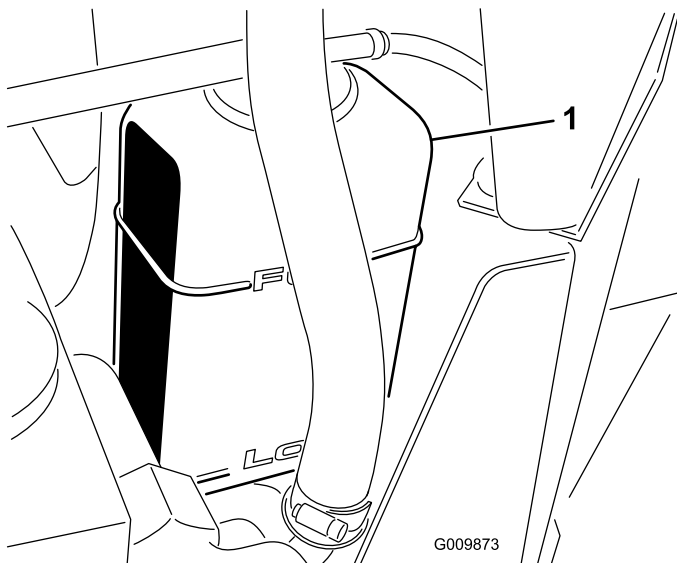

Bild 28
2. Prüfen Sie den Kühlmittelstand im Kühler und im Ausdehnungsgefäß (Bild 28).